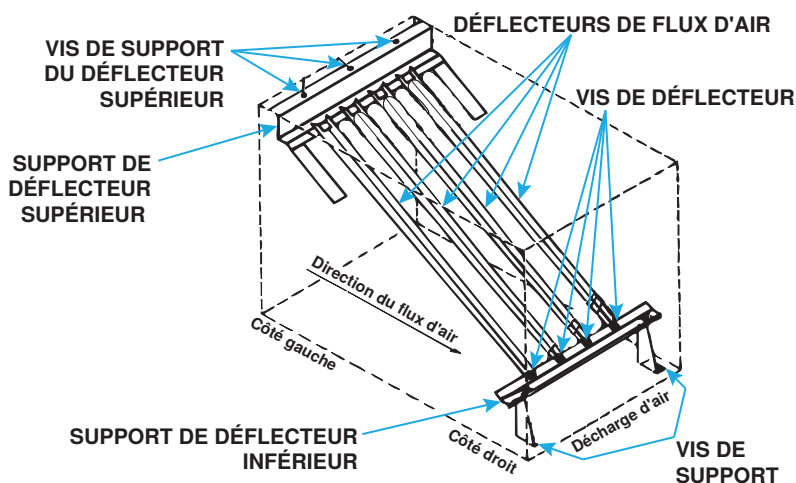

Figure 6. Déflecteurs de flux d'air
1. Enlevez les vis de déflecteur (voir **Figure 6**). Soulevez légèrement chaque déflecteur et faites-le glisser vers l'avant. Enlevez complètement tous les déflecteurs de l'échangeur de chaleur.
2. Enlevez les vis de support du déflecteur (voir **Figure 6**) supérieur et le support de déflecteurs supérieur. Installez le support de déflecteurs à l'extrémité opposée de l'échangeur de chaleur.
3. Enlevez les vis de support (voir **Figure 6**), le support de déflecteurs inférieur complet et les autres supports. Remplacez les vis dans les trous pour boucher ces derniers. Installez le tout à l'extrémité opposée de l'échangeur de chaleur au moyen de vis à tôle fournies au chantier.